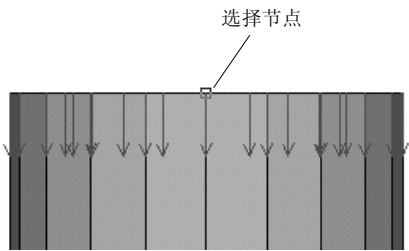

图 7-208 选择节点
- 3) 单击“OK”按钮，弹出节点拾取对话框，选中小端最外节点，单击“OK”按钮，返回到变量定义对话框，显示出定义的变量 UY_3，如图 7-208 所示。